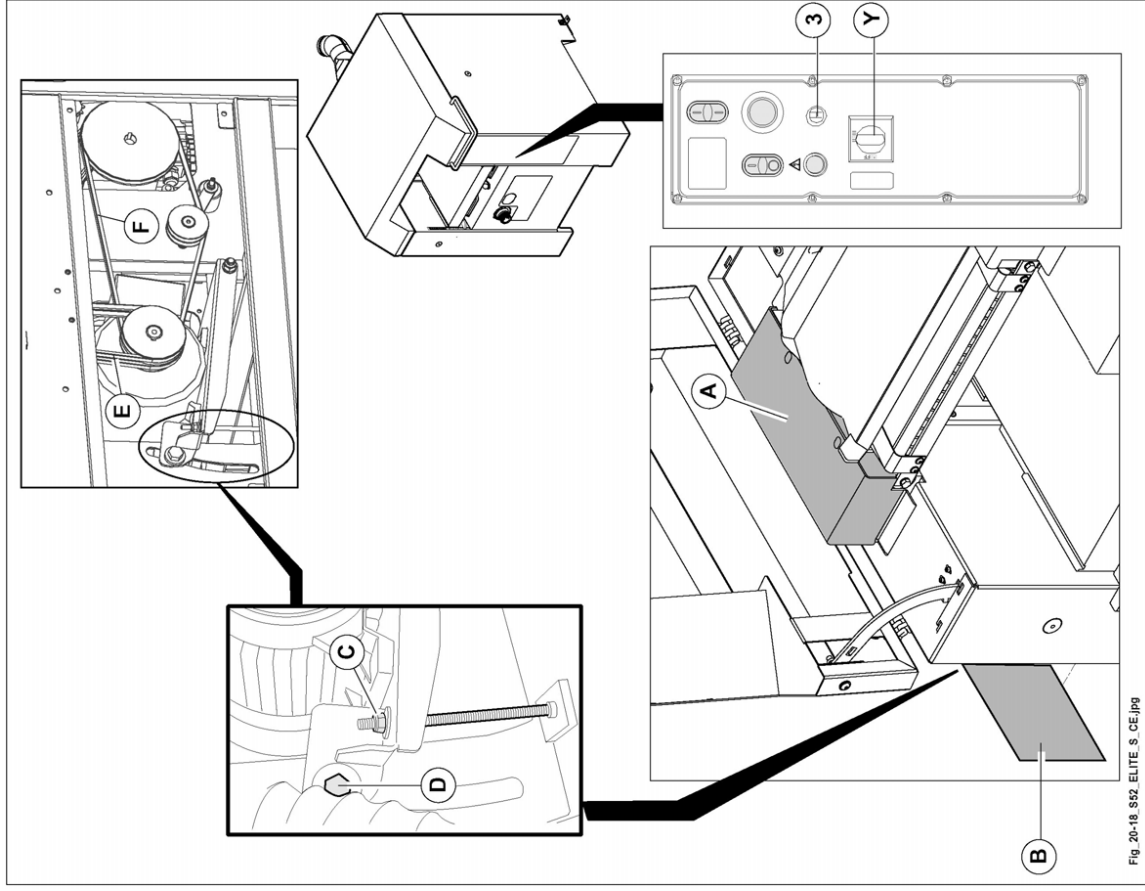

Abb. 20.18
hauptschalter (Y Abb. 20.18) auf I (ON) gedreht ist.
Lösen Sie die Motorbremse, indem Sie den Wählschalter (3, Abb. 20.18) auf  drehen; Motorbremse gelöst: Meldelampe angezündet.
- 1) Die Schutzabdeckungen entfernen (A, B Abb. 20.18).
- 2) Die Schraube (D Abb. 20.18) lösen.
- 3) Die Mutter (C Abb. 20.18) lösen.
- 4) Mit einem Hebel den Motor anheben und in dieser Position belassen; die Riemen vollständig lösen. Die Riemen (E Abb. 20.18) für den Abtriebmotor entfernen und wenn notwendig den Riemen (F Abb. 20.18), der die Vorschubvorrichtung antreibt.
- 7) Die Schutzabdeckungen wieder montieren (A, B Abb. 20.18).
die Motorbremse feststellen, indem man den Wählschalter (3 Abb. 20.18) auf  dreht; motorbremse blockiert: Meldelampe verlöscht.